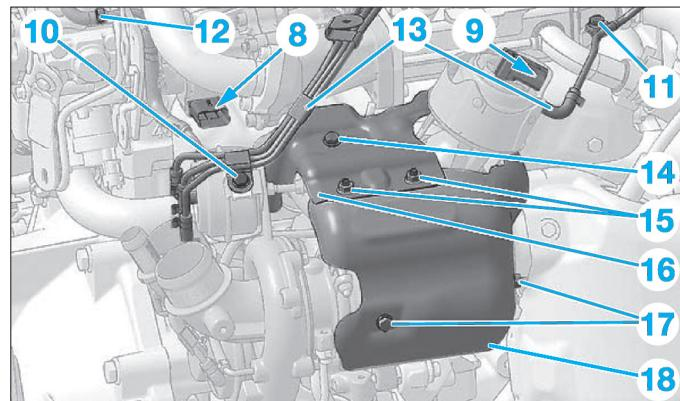

Fig. 50
- Débrancher les connecteurs (8) et (9) (Fig.50).
- Déposer les vis (10) et (11).
- Dégrafer le collier (12).
- Déposer les 4 tuyaux de dépression (13) des vannes de commande du biturbocompresseur en ayant au préalable repérer leurs montages.
- Déposer les écrans thermique (16) et (18) (Fig.50).